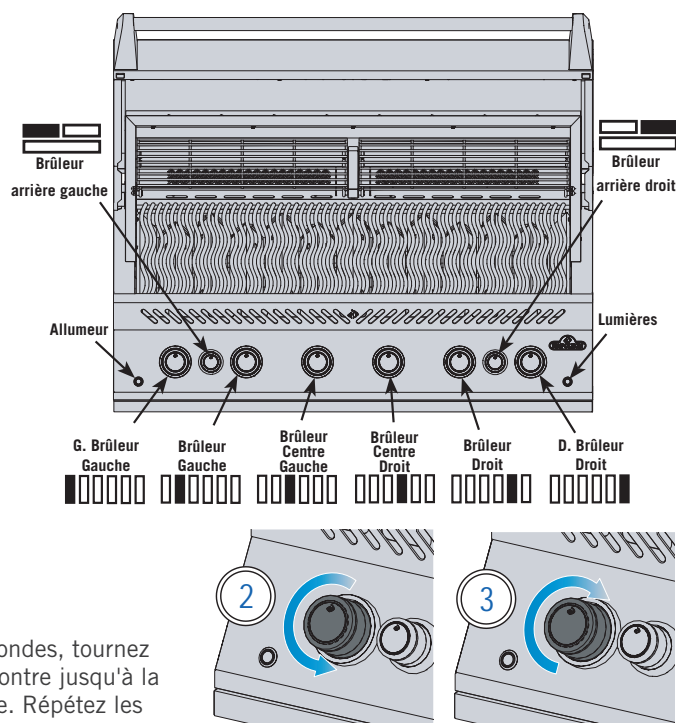

Fig. 1
4. Si l'allumeur et le brûleur ne s'allument pas dans les 5 secondes, tournez le bouton de commande dans le sens des aiguilles d'une montre jusqu'à la position OFF. Attendez 5 minutes pour que le gaz se dissipe. Répétez les étapes 2 et 3, ou allumez avec une allumette. (Fig. 1)
5. Le brûleur ne s'allume pas - tourner le bouton de commande du brûleur dans le sens des aiguilles d'une montre jusqu'à la position OFF. Attendez 5 minutes. Répétez l'étape 3 et 4. (Fig. 1)